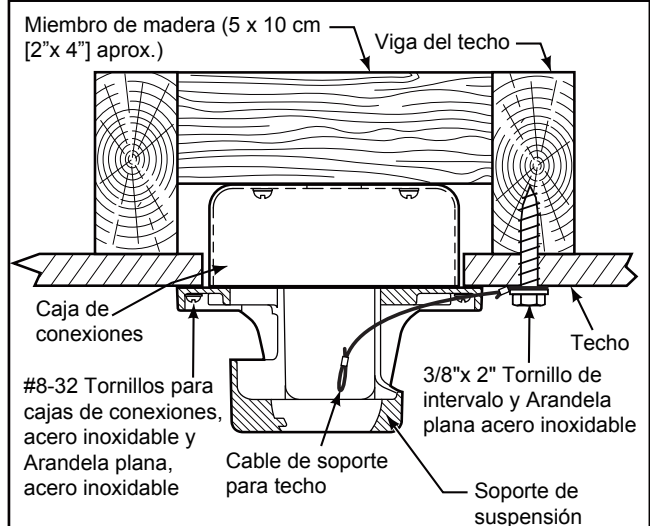

Figura 3
Uso del soporte (Figura 3)
3. Afloje los dos tornillos de fijación del soporte del barral de soporte para techo a través de la varilla. Introduzca los cables de color marrón, azul, rojo, gris, amarillo cables y cable de seguridad a través de la varilla. (Figura 3)
1. Fije adecuadamente el soporte colgante a la caja de empalme del techo que sea aceptable para el soporte del techo. Usando los tornillos de la caja de salida #8-32 y las arandelas planas suministrado con el ventilador. (Figura 3)
- ☐ 2. Perfore un orificio de 1/4" en la estructura del edificio para evitar grietas con la instalación del tornillo de intervalo. Utilice el tornillo de intervalo de 3/8"x 2" y la arandela plana para fijar el cable de seguridad a la viga del techo o a la estructura de madera. Dicho tornillo pasará a través de arandela plana, la presilla del cable de seguridad y se fijará en la estructura del edificio. (Figura 3)
NOTA: El cable de soporte para techo no se puede asegurar solamente a la caja de conexiones; se debe asegurar directamente a la viga de techo o miembro estructural con el tornillo de cabeza cuadrada de 3/8"x2" y la arandela plana. (Figura 3)
2. Deslice el receptor en el soporte de suspensión antes de realizar el cableado como se muestra en la figura 3.
- ☐ 3. Extraiga uno de los tres tornillos del ensamble de la placa de iluminación y guarde los tornillo para pasos posteriores. Afloje levemente los otros dos tronillos. (Figura 3)